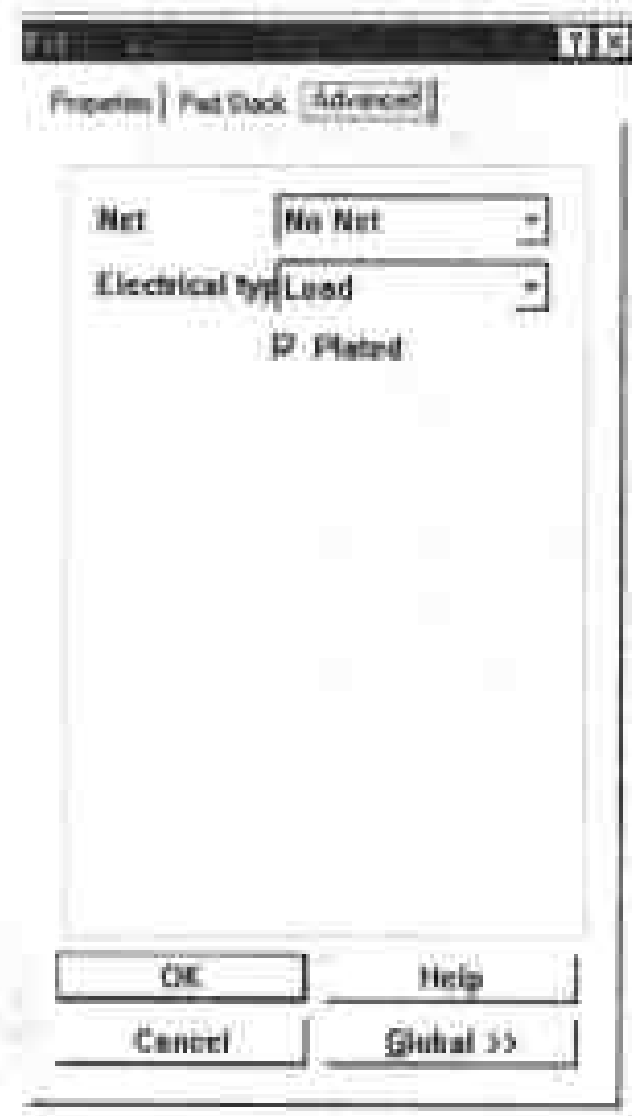

图 5-98 Advanced 标签页
3) **Advanced 标签页:** Advanced 标签页如图 5-98 所示, 它有三个设置项, 意义分别如下: